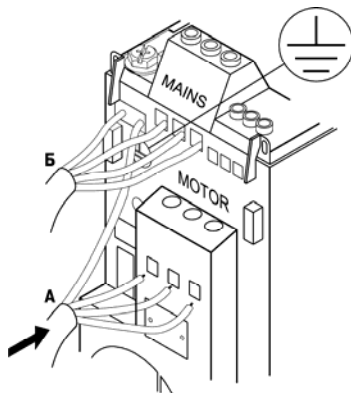

Рисунок 5.1 – Подключение электродвигателя (кабель А, клеммы «Motor») и сетевых проводов (кабель Б, клеммы «Mains»)
5.2.2.1 При подключении к прибору сети питания следует сначала подключить заземляющий кабель, затем присоединить провода к клеммам 13 (L1/L), 14 (L2) и 15 (L3/N) клеммной колодки, расположенной на нижней поверхности прибора, и затянуть клеммы (см. рисунок 5.1).
5.2.3.4 При подключении к прибору двигателя следует сначала подключить заземляющий кабель, затем присоединить провода к клеммам 13 (L1/L), 14 (L2) и 15 (L3/N) клеммной колодки, расположенной на нижней поверхности прибора (по схеме «звезда» или «треугольник»), и затянуть клеммы (см. рисунок 5.1).